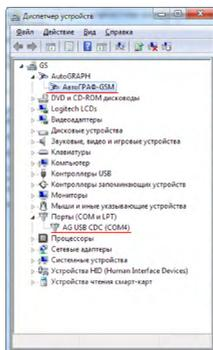

Рис.5
7. Аналогичным образом следует установить драйвера для устройства AutoGRAPH CDC. На этом установка драйверов для модуля «АвтоГРАФ-GSM-Drive» завершена. Прибор готов к работе с ПК (Рис.5).